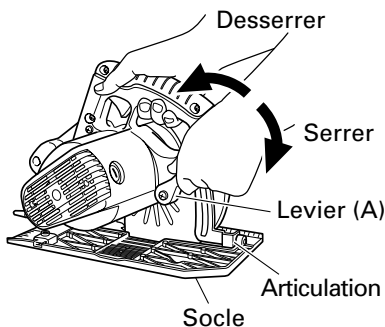
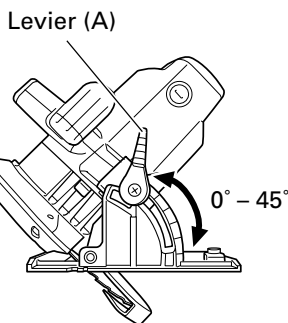

Fig. 10
Fig. 11
7. Vérifier si les leviers (A) sont bien serrés.
Si le levier (A) de réglage de la profondeur de coupe (Fig. 10) et le levier (A) de réglage de l'angle de biseau (Fig. 11) sont desserrés, cela risque d'entraîner des blessures. Bien s'assurer qu'ils sont serrés à fond.
1. Réglage de la profondeur de coupe (Fig. 10)
Comme indiqué sur la Fig. 11, en desserrant le levier (A) de l'échelle d'angle de biseau, il est possible d'incliner la lame de scie à un angle de 45° par rapport au socle.